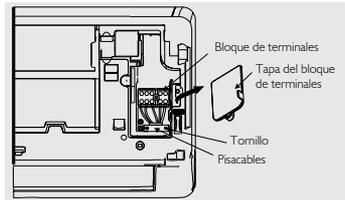

Figura 25
2. Usando un destornillador, abra la tapa del bloque de terminales en el lado derecho de la unidad interna. Esto revelará el bloque de terminales. Ver Figura 25.